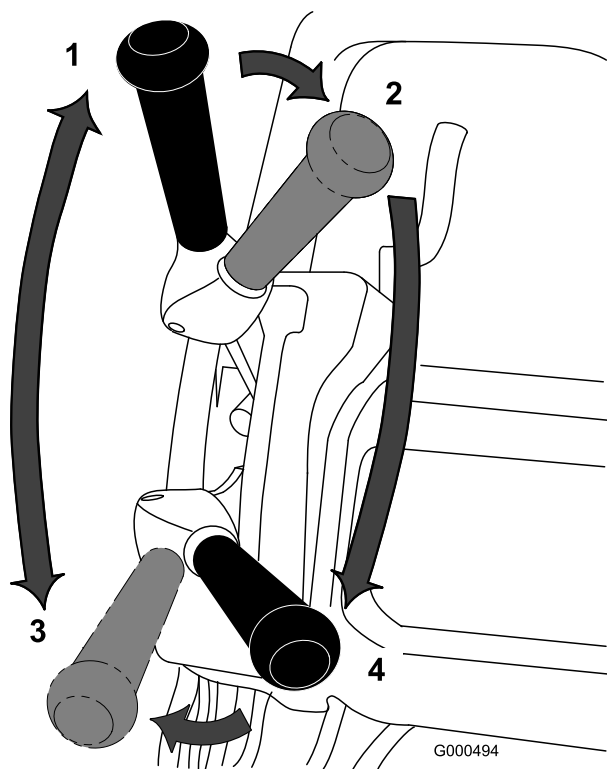

Figura 30
1. Accendete la macchina, impostate la regolazione della velocità in posizione zero, abbassate la stegola per sollevare l'apparato di taglio, premete il comando presenza dell'operatore, spostate la leva della trazione in posizione di innesto (Figura 30) e aumentate
3. Disinnestate la leva della trazione, quindi spostate a sinistra e avanti, innestando la trazione e la trasmissione del cilindro (Figura 30).